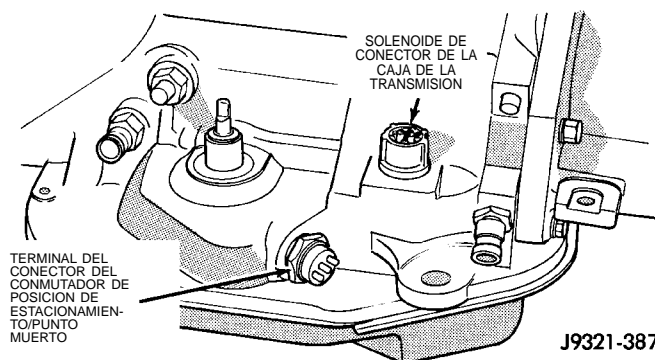
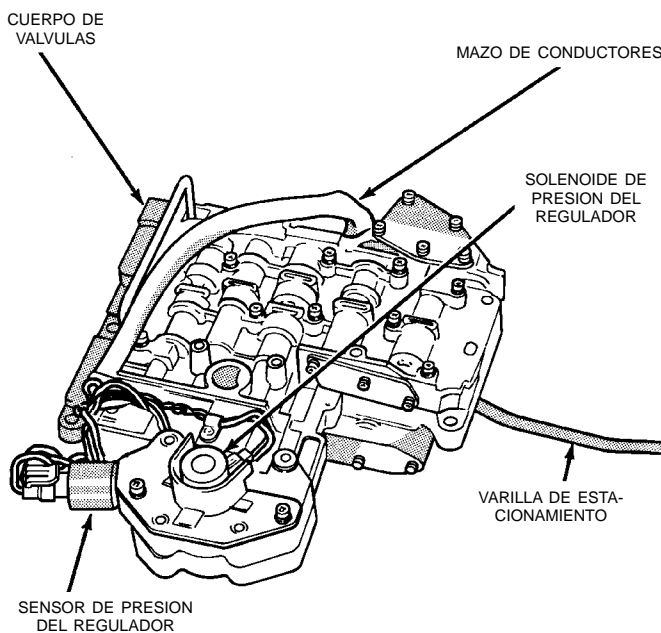

Fig. 30 Conector de la caja de la transmisión
Fig. 31 Cuerpo de válvulas
- (1) Coloque la transmisión en NEUTRAL.
- (2) Eleve el vehículo.
- (3) Retire la palanca de cambios y la manija de admisión de la palanca manual del cuerpo de válvulas
- (4) Desconecte los cables del conector de la caja del solenoide (Fig. 30).
- (5) Emplace el recipiente de drenaje debajo del colector de aceite de la transmisión
- (6) Retire el colector de aceite de la transmisión y la junta.
(7) Retire el filtro de líquido del cuerpo de válvulas.
(8) Retire los pernos que fijan el cuerpo de válvulas a la caja de la transmisión.
(9) Baje el cuerpo de válvulas lo suficiente como para retirar el émbolo y los muelles del acumulador.
(10) Extraiga de la caja de la transmisión el eje de la palanca manual y el conector eléctrico.
(11) Baje el cuerpo de válvulas, gire el cuerpo de válvula para separarlo de la caja, tire de la varilla de estacionamiento para extraerla del calce y retire el cuerpo de válvulas (Fig. 31).